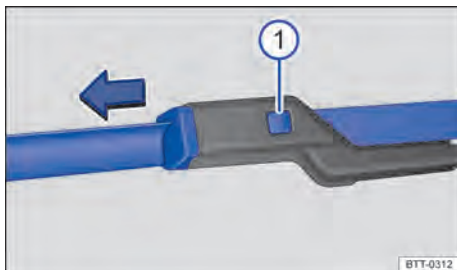

Fig. 129 Substituir as palhetas dos limpadores do para-brisa.
- Manter a tecla de destravamento → Fig. 129 ⓘ pressionada e, ao mesmo tempo, retirar a palheta do limpador do para-brisa no sentido da seta.